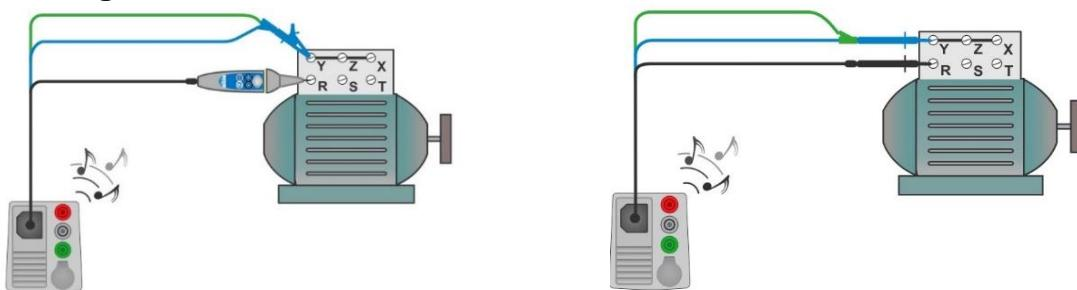

Fig. 4.28: Tip commander og 3-leder testledninger installationer
- › Forbind testledninger s til objektet der skal testes, se **Fig. 4.28**